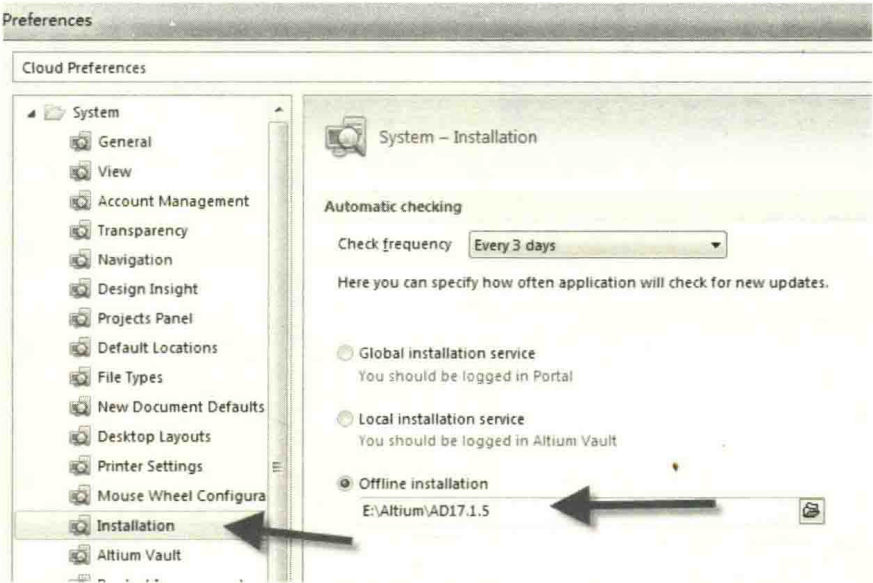

图 11-33 系统安装路径设置
(5) 有些人进入插件选择界面没有这些插件，可以在插件选择界面中，单击右上角的设置命令，进入如图 11-33 所示的“System-Installation”界面，设置好安装的离线目录（即安装包的路径），如果没有，可以选择在线安装选项。设置这个之后，再进入刚才的插件选择界面就可以安装了。